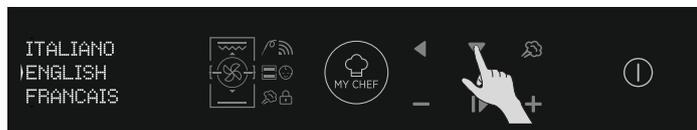

Abbildung 5
- Bitte rufen Sie den Abschnitt „Einstellungen“ auf und wählen Sie die Sprache aus dem Dropdown-Menü (Abbildung 5).